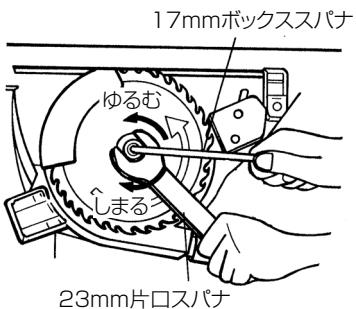

図 26
- (1) 升降ハンドルを左にまわしてゆるめ、下にいっぱい下げてから、右にまわして固定します。次に、5 mm チョウボルト(3 個)をゆるめ、ソーカバーをはずします。
- (2) 付属(図 4 参照)の 23 mm 片口スパナでワッシャ(B)のまわり止め(図 26 参照)をして、付属(図 4 参照)の 17 mm ボックススパナでボルトをゆるめ、ワッシャ(B)をはずします。